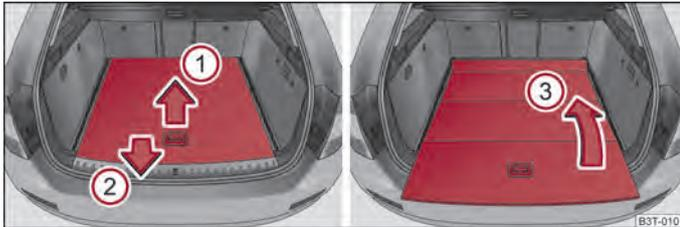
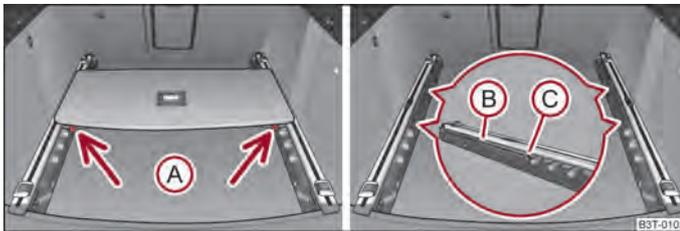

Abb. 78 Gepäckraum: variablen Ladeboden zusammenklappen
Abb. 79 Gepäckraum: variablen Ladeboden ausbauen
- Fassen Sie den hinteren Teil des Bodens am Griff an, heben Sie ihn etwas in Pfeilrichtung ① an ⇒ Abb. 78 und ziehen Sie ihn über den Stoßfänger in Pfeilrichtung ② heraus, bis er in der Öffnung ③ einrastet ⇒ Abb. 79.
- Durch Bewegen in Pfeilrichtung ③ ⇒ Abb. 78 klappen Sie den Ladeboden zusammen.
- Drücken Sie die Sicherungstasten ④ ⇒ Abb. 79 und nehmen Sie den Boden heraus.
- Schieben Sie den Boden nach vorn bis er in den Öffnungen ③ in den Tragschienen einrastet ⇒ Abb. 79.
- Drücken Sie vorsichtig an Stellen der Öffnungen ④ auf den Boden, bis er hörbar einrastet ggf. drücken Sie die Sicherungstasten ④.